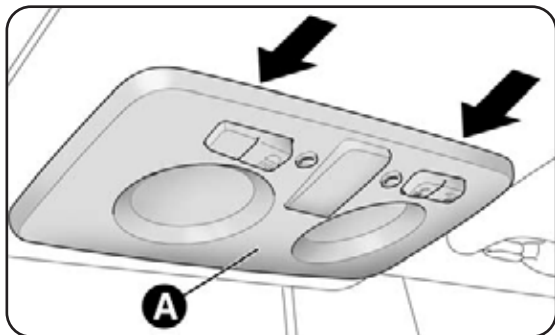
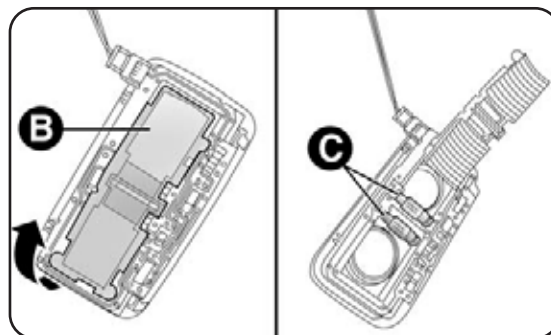

fig. 31
fig. 32
- desmonte el plafón A-fig. 31 actuando en los puntos indicados por las flechas;
- abra la tapa B-fig. 32 y sustituya las lámparas C desvinculándolas de los contactos laterales. Luego compruebe que las nuevas lámparas estén correctamente bloqueadas entre los contactos;
- vuelva a cerrar la tapa B-fig. 32 y fije el plafón A-fig. 31 en su alojamiento asegurándose de que quede correctamente bloqueado.